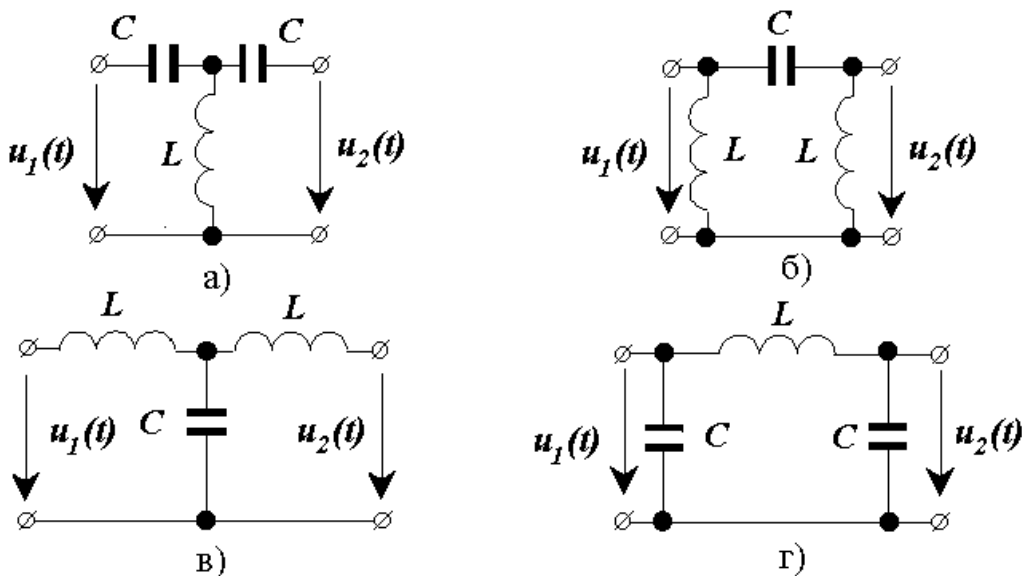

Рис. 16. Схемы к задаче 2.2
На рис.16 изображены схемы, на вход которых воздействует одно из периодических напряжений $u_1(t)$. Графики напряжений приведены на рис.17. Схемы нагружены на активное сопротивление нагрузки R_H . Численные значения амплитуды напряжения U_m , периода T , параметров схемы L , C и величины сопротивления нагрузки приведены в табл. 5. Требуется:
3. Используя формулу п. 2, определить комплексную амплитуду напряжения на выходе (на нагрузке) для 0, 1-й и 3-й гармоник ряда Фурье в схемах рис.16 в, г; для 1-й, 3-й и 5-й гармоник в схемах рис.16 а, б.